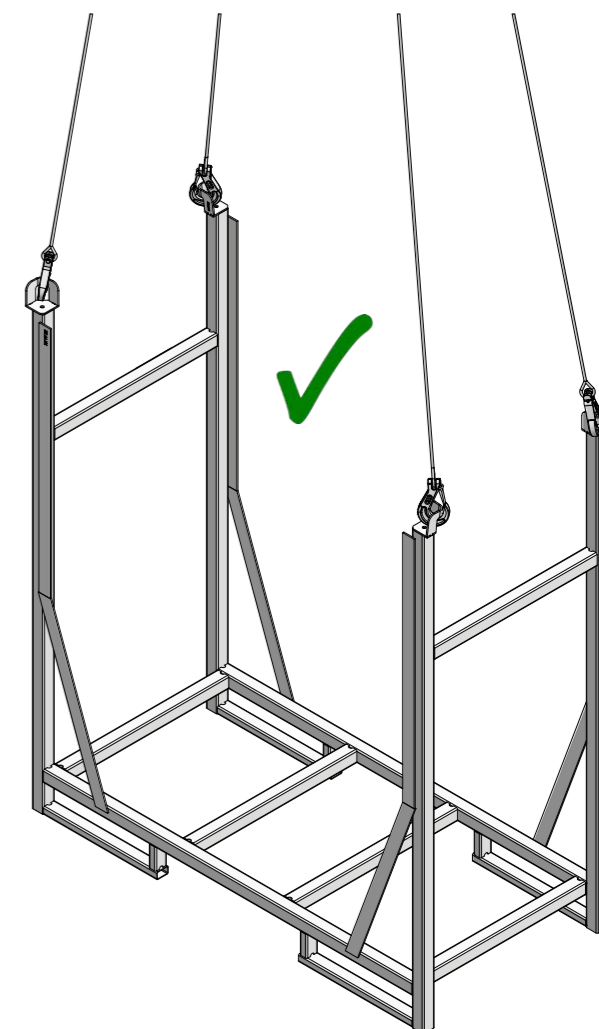
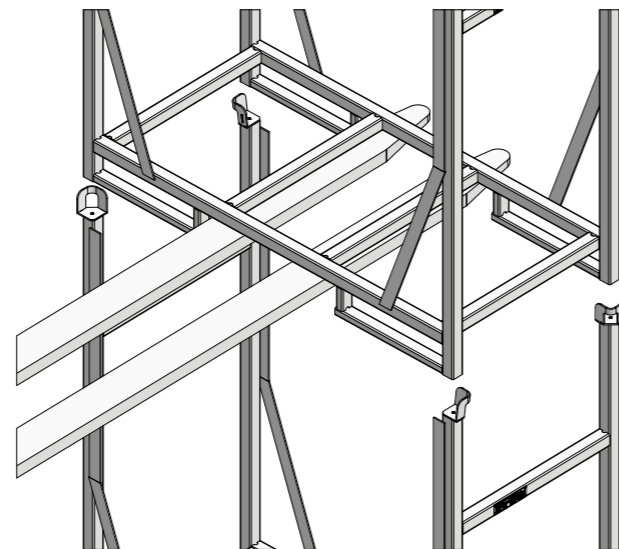

Fig. 3 : les 4 anneaux de manutention sont élingués
Fig. 7
Le rack de stockage pour panneaux S.-MevaDec-e est laqué et peut être gerbé (2 racks au max., Fig. 6). Les anneaux de manutention du rack de stockage pour panneaux S.-MevaDec-e du bas servent également à maintenir le rack de stockage S.-MevaDec-e du haut. La manutention du rack de stockage pour panneaux S.-MevaDec-e peut être effectuée à l'aide d'une grue (Fig. 3) ou d'un gerbeur (Fig. 7), d'un chariot élévateur.
- Manutention à l'aide d'un gerbeur (Fig. 7). La longueur des fourches doit correspondre aux dimensions du rack de stockage pour panneaux S.-MevaDec-e.
anneaux de manutention pour l'élingage (Fig. 3).
- Manutention à la grue : assurez-vous qu'il n'y a personne dans la zone de manœuvre de la charge. N'utilisez que des élingues chaîne à 4 brins. Les chaînes de l'élingue doivent se mouvoir librement dans la maille de tête, le crochet doit être fermé et équipé d'une sécurité pour prévenir tout décrochage involontaire (Fig. 3 à Fig. 5).